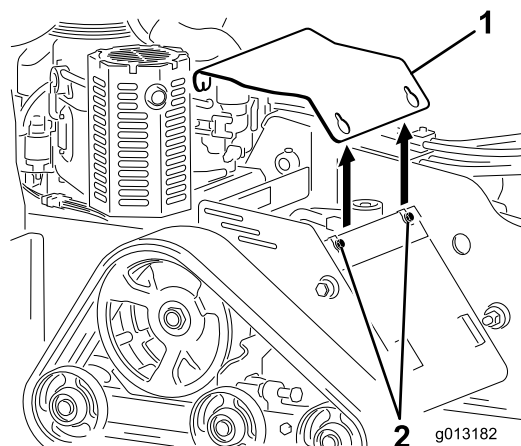

Figura 22
4. Allentate uno dopo l'altro i 3 bulloni che fissano la piastra di copertura al telaio, fino a liberare completamente il coperchio (Figura 22).
6. Per montare la piastra di copertura prima di mettere in funzione la macchina, fatela scorrere nella sua sede e fissatela con i 3 bulloni allentati in precedenza (Figura 22).